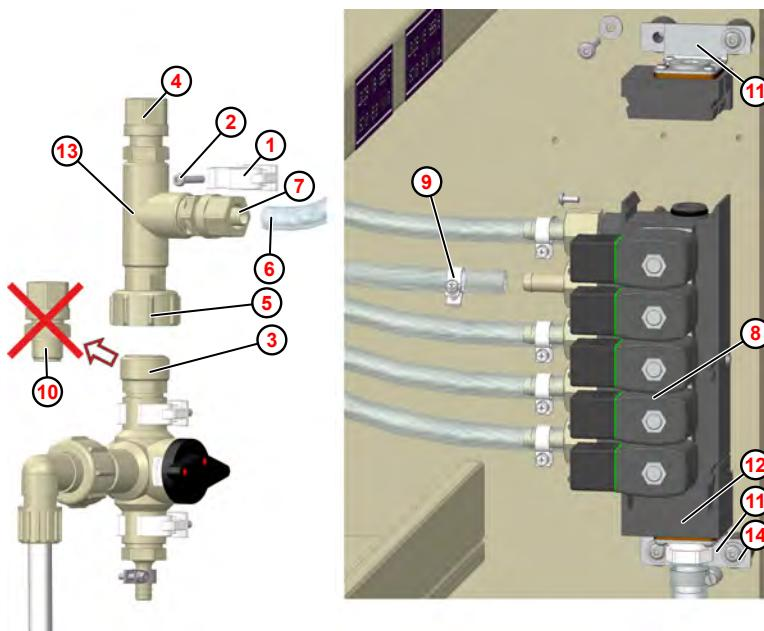

Bild 12: Montering efterspolning med vatten
- 3.** Lossa infästningsskruvarna (4 x, Bild 12 , pos. 14) på vinkelfästena (2 x, Bild 12 , pos. 11) på båda sidor.
- 5.** Ta loss och ta bort ändstycket (Bild 12 , pos. 12).